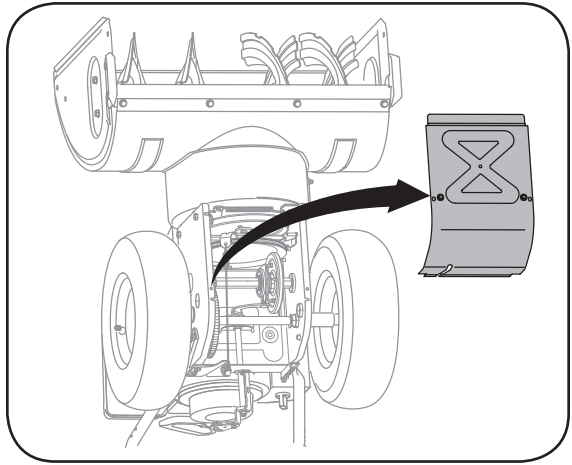

Figure 6-5
1. Basculez la souffluse vers l'avant (après avoir vidé le réservoir d'essence ou avoir placé un morceau de plastique sous le bouchon d'essence si la souffluse a déjà été utilisée.), puis démontez le couvre-châssis du dessous de la souffluse en retirant les vis autotaraudeuses. Voir la Figure 6-5 à la page 17.